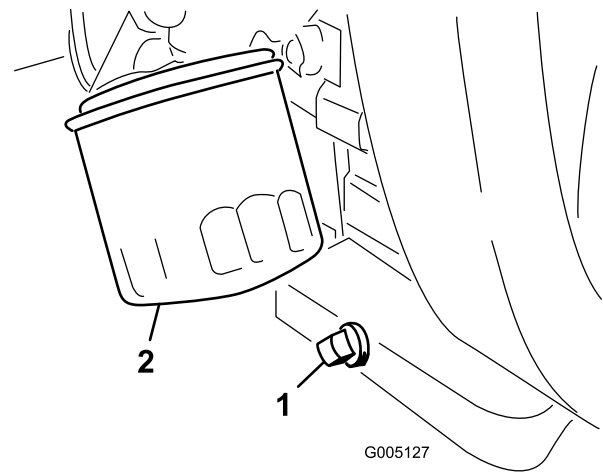

Bild 43
2. Entfernen Sie den Ölfilter (Bild 43). Ölen Sie die neue Dichtung am Ölfilter leicht mit frischem Öl ein.
1. Entfernen Sie die Ablassschraube (Bild 43) und lassen das Öl in ein Auffanggefäß ab. Schrauben Sie die Ablassschraube wieder ein, nachdem das Öl abgelaufen ist.